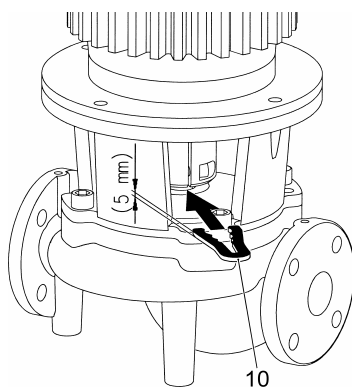

Рис. 8
### 10. Монтажная вилка, см. Рис. 8 (поставляется отдельно)
**Монтажная вилка (рис. 8, поз. 10) необходима при проведении всех монтажных работ для установки правильного положения рабочего колеса в корпусе насоса!**